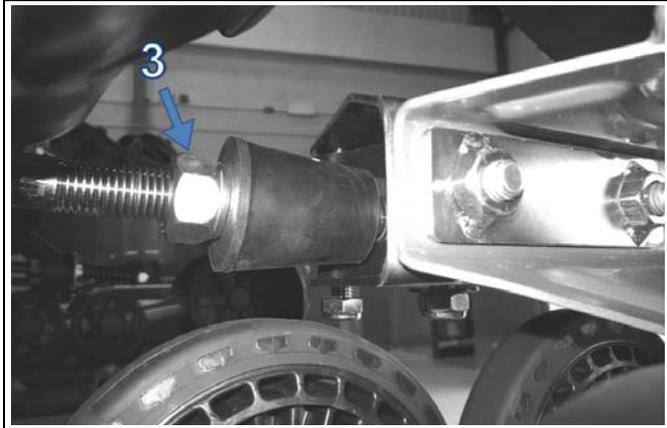

Figure 13
- Serrer l'écrou (3) jusqu'à ce qu'il entre en contact avec le cône de caoutchouc (2). L'écrou ne doit pas comprimer le cône de caoutchouc (Voir la Figure 13).